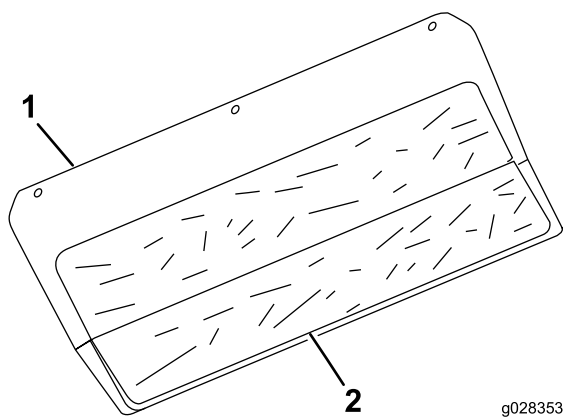

Рисунок 4
6. Удалите подложку и приложите самоклеящийся теплоизолирующий материал к задней панели со стороны двигателя, расположив так, как показано на Рисунок 4.